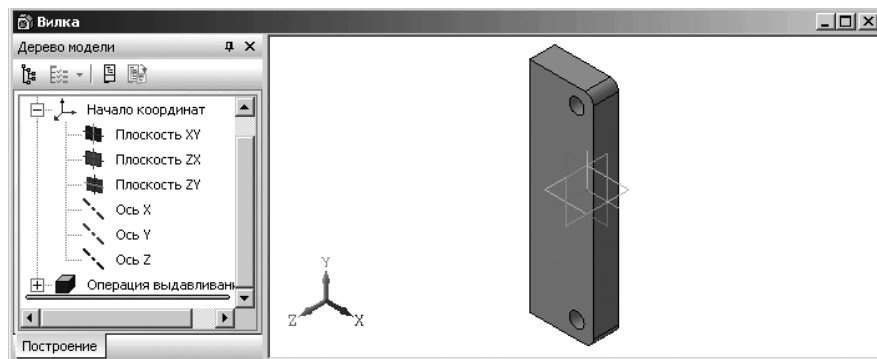

Рис. 3.45. Трехмерная модель половины основания вилки
- щелкните на панели инструментов **Вид** по кнопке **Полутоновое**. Появится модель половины основания вилки, показанная на рис. 3.45.